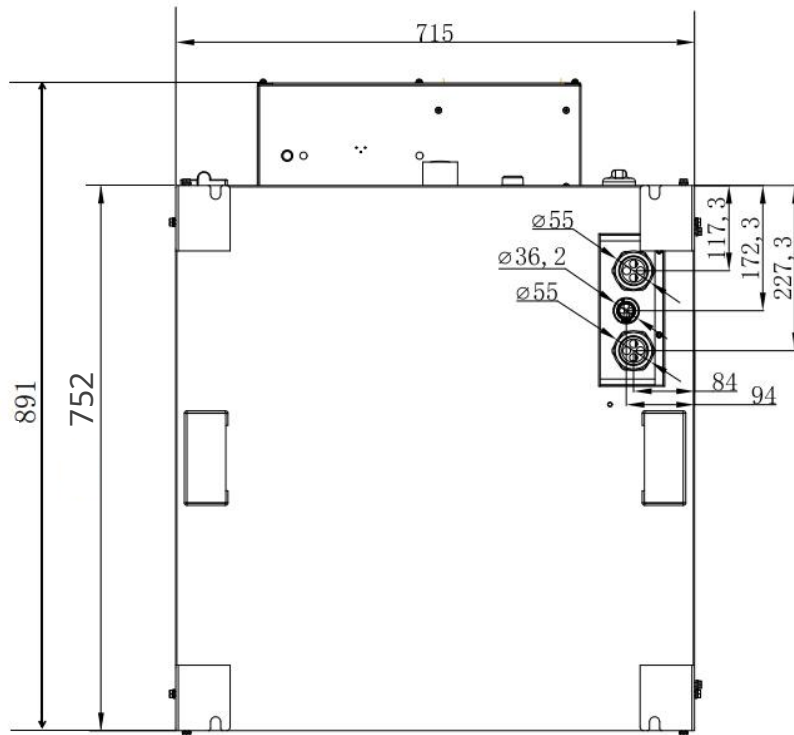
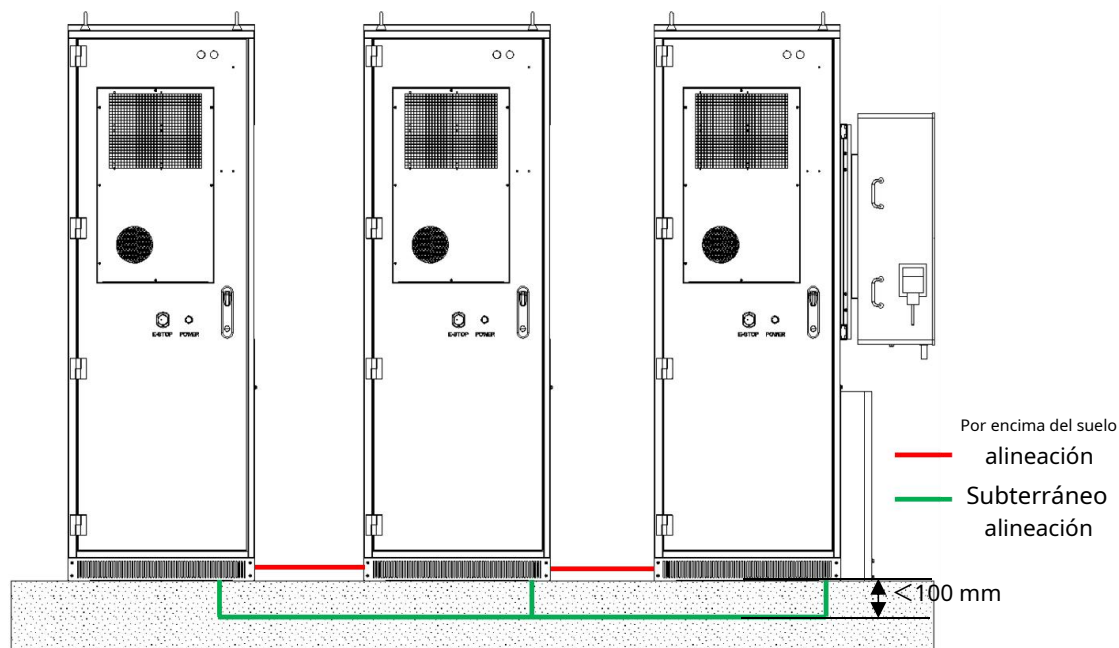

Figura 3.2.3 Diagrama de posicionamiento de los orificios de enrutamiento en la parte inferior del gabinete
Figura 3.3.3 Alineación paralela de varios gabinetes
(3) Si se toma la alineación subterránea (especialmente para el uso de múltiples gabinetes y máquinas), preste atención a la referencia a la Figura 3.2.3 en la base de cemento para reservar la ranura de alineación, la profundidad de la ranura de alineación debe ser inferior a 100 mm (Figura 3.3.3).